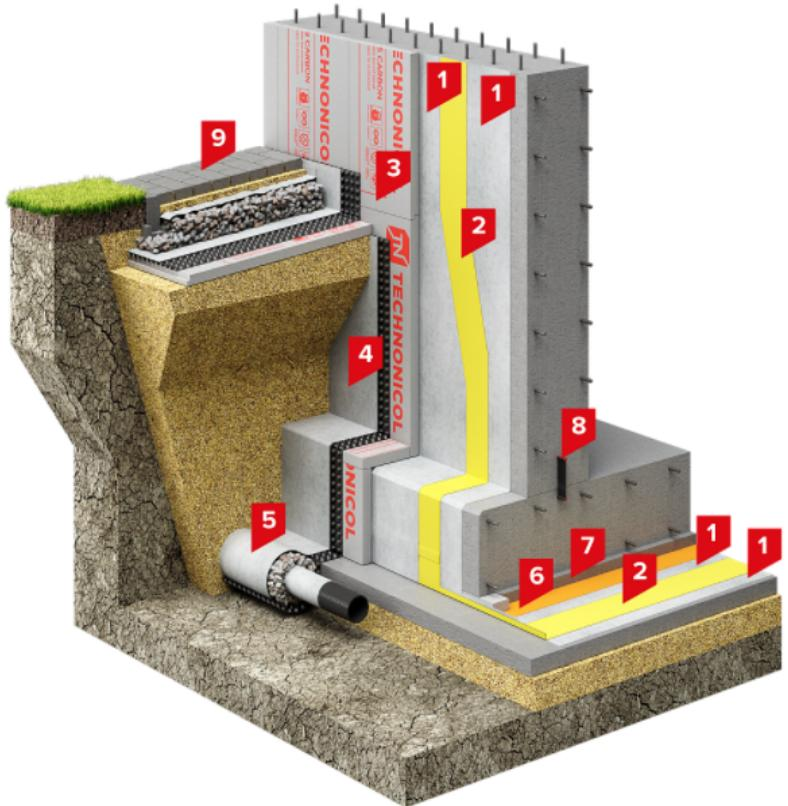

Рис. 4. Конструкция системы фундамента, связанная с системой пристенного дренажа.
находятся в дренажной засыпке (Рис. 4).
- дренаж с профилированной мембраной PLANTER Geo (вдоль стенки и в мягкой отмостке) с термоскрепленным геотекстилем Turar SF27 (Рис.4).